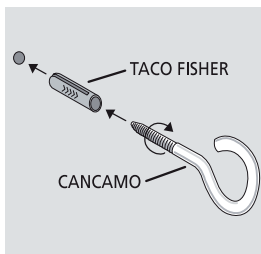

fig. 7
2. Introduzca el taco fisher en la perforación y luego enrosque el cáncamo, como se muestra en la **fig. 7** (el taco fisher y el cáncamo vienen pegados en el espaldar de la cocina)